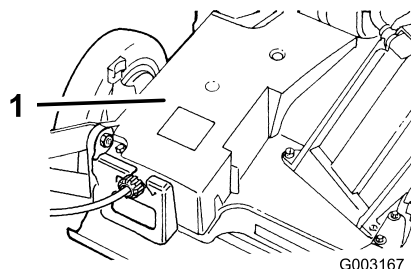

Figura 37
2. Retire los pernos que sujetan la cubierta de la correa (Figura 37) a la carcasa de la máquina.